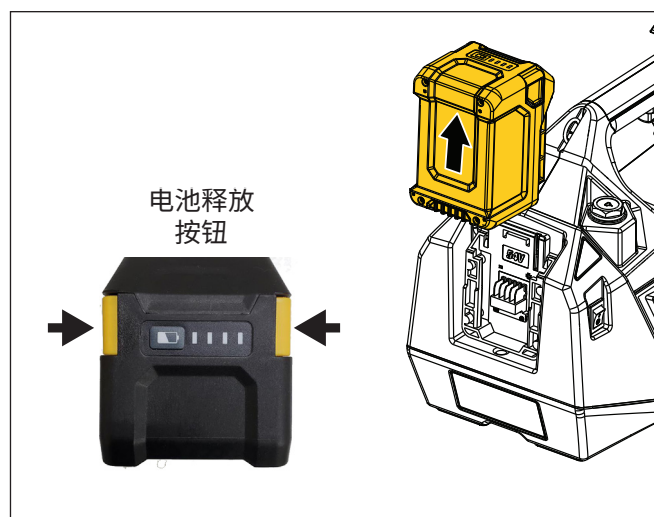

图 4: 电池拆卸 (典型)
- **拆卸电池：**按住电池两侧的释放按钮不放。然后将电池从接口处滑出，并从无绳液压工具中取出。请见图 4。